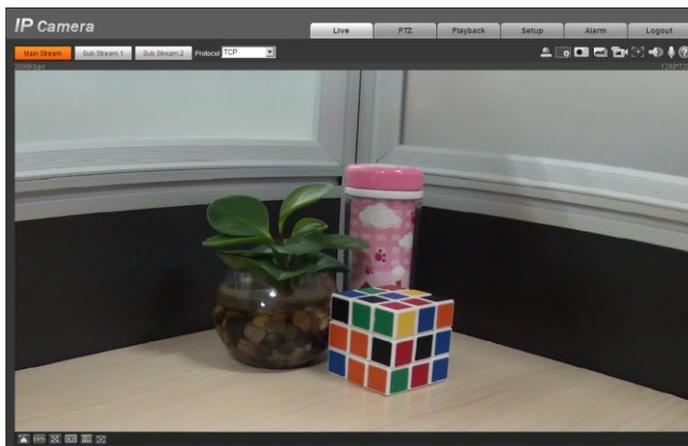

Figura 3-4
Passo 3 Se tutto corretto si accede alla pagina web della telecamera, Vedere la Figura 3-4. Ricordarsi di modificare la password dell'amministratore appena possibile dopo aver eseguito l'accesso.